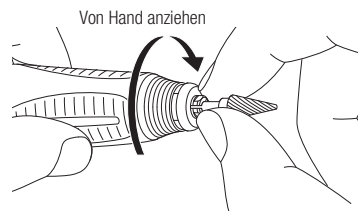

Abb. 10
- 3) Drehen Sie das Spannfutter von Hand bis zum Anschlag im Uhrzeigersinn (Abb. 10). Schließen Sie dann den Spannmechanismus, um den Fräser sicher zu befestigen.